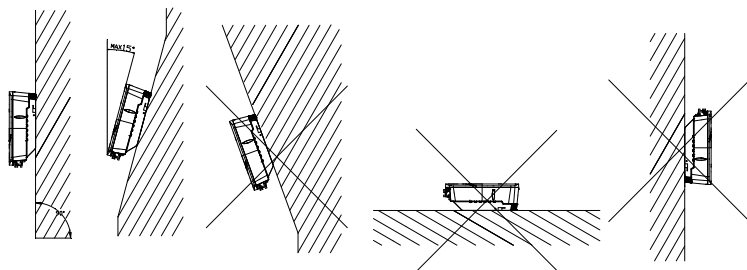

Figura 4.1 Método de Montagem
- ① O equipamento utiliza método de resfriamento por convecção natural, e pode ser instalado em ambientes internos ou externos.
- ② Instale o equipamento sob à orientação da Figura 4.1. Recomenda-se a instalação vertical no nível do chão. Posicione o inversor verticalmente ou inclinado no máximo 15 graus para trás. Nunca instale o inversor inclinado para a frente, lateralmente, horizontalmente ou de cabeça para baixo.
- ③ Para maior conveniência durante a manutenção, instale o equipamento em uma posição paralela à linha de visão.
- ④ Ao montar o inversor, deve-se considerar a firmeza da parede incluindo possíveis acessórios para o inversor. Certifique-se de que a montagem do suporte de apoio tenha sido realizada com firmeza.